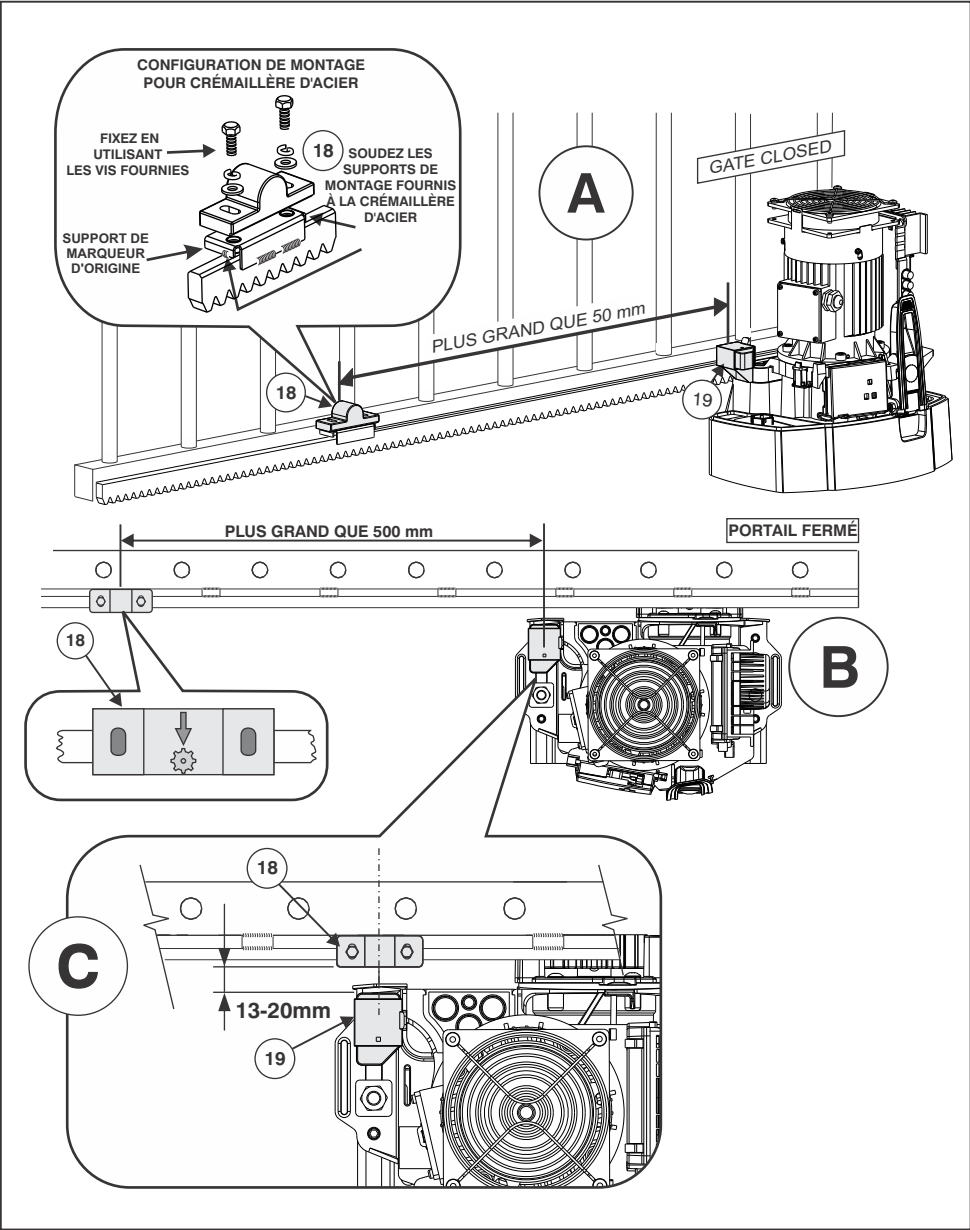

Figure 21 Montage du marqueur d'origine
- Le portail dans la position FERMÉE, montez le marqueur d'origine (18) à un minimum de 500 mm du capteur d'origine (19) (voir la figure 21 vue isométrique A ou plan B).
- Faites glisser manuellement le portail en position OUVERTE jusqu'à ce que le marqueur d'origine (18) soit aligné avec le capteur d'origine (19). Assurez-vous que la distance entre l'avant du marqueur (18) et l'avant du capteur 19 soit entre (13) et 20 mm (voir figure 21, vue C).
- Ajustez la distance en faisant glisser le marqueur d'origine (18) le long des trous de montage jusqu'à ce que la distance spécifiée soit atteinte.